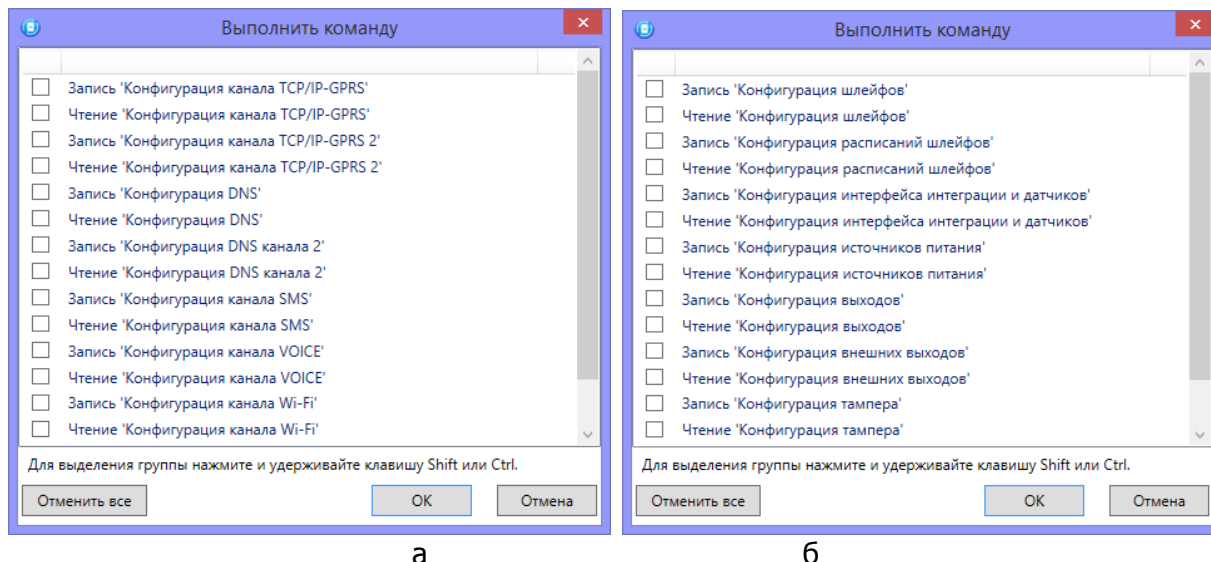

Рисунок 4.55 — Окно *Выполнить команду* (а — конфигурация ПОО, б — конфигурация ППК)
- *Выполнить команду:* открытие окна *Выполнить команду* (см. рисунок 4.55), с помощью которого могут быть записаны или считаны отдельные группы параметров (актуально при медленной скорости передачи данных или тарификации по объему передачи данных).